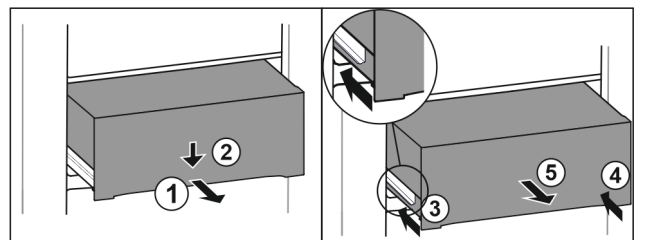

Fig. 94
- ▶ Estrarre il cassetto a metà. Fig. 94 (1)
- ▶ Premere il cassetto sul lato anteriore verso il basso. Fig. 94 (2)
- ▶ Spingere la guida sinistra di circa 2 cm verso l'interno. Fig. 94 (3)
- ▶ Spingere la guida destra di circa 2 cm verso l'interno. Fig. 94 (4)
- ▶ Rimuovere il cassetto tirandolo in avanti. Fig. 94 (5)